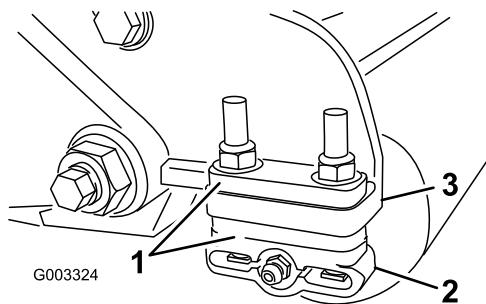

Bild 18
1. Legen Sie die benötigte Anzahl von Distanzstücken unter den Befestigungsflansch der Seitenplatte (Bild 18), um die Halterungen der hinteren Rolle (Bild 18) auf die gewünschte Schnitthöhe einzustellen, siehe Schnitthöhentabelle.